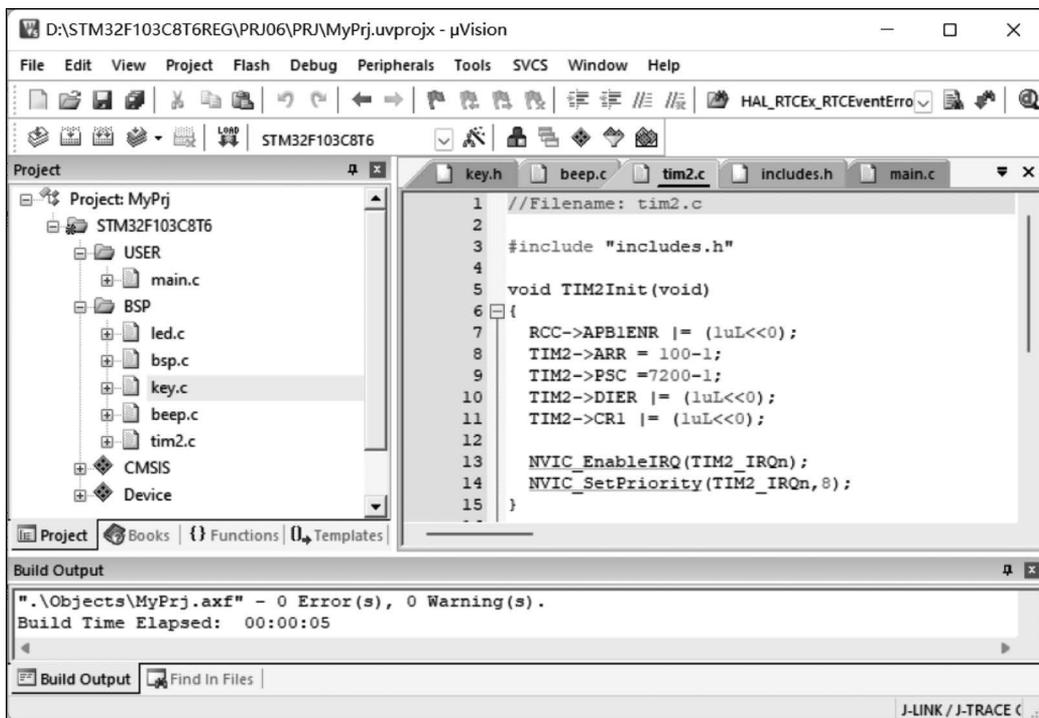

图 5-15 工程 PRJ06 工作窗口
(6) 将文件 tim2.c 添加到工程管理器的 BSP 分组下。完成后的工程 PRJ06 如图 5-15 所示。
在图 5-15 中,编译链接并运行工程 PRJ06,可以观察到 STM32F103C8T6 学习板上的 LED 灯 D3 每隔 1s 闪烁一次。此外,工程 PRJ06 保留了工程 PRJ02 的按键处理功能。